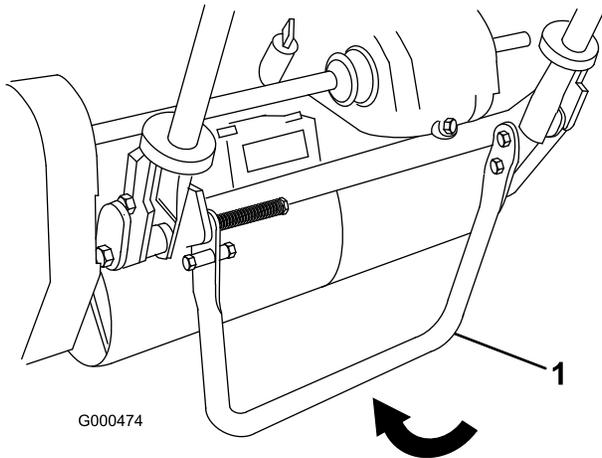

図 12
1. キック・スタンドを立てる (スタンドを足で下げながらハンドルを持ち上げる ; 図 12)。